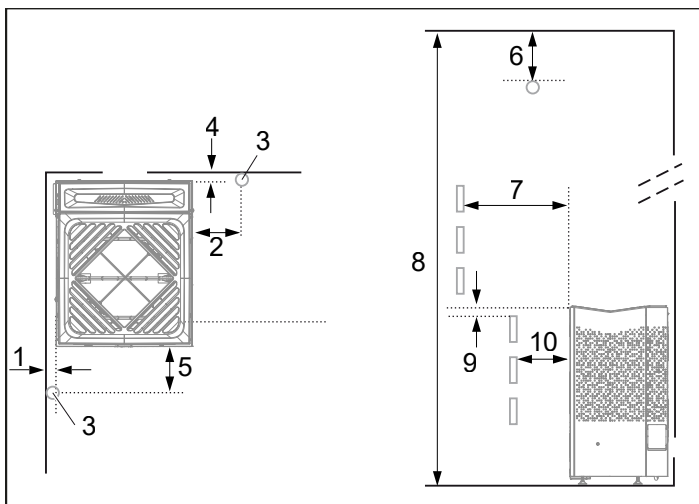
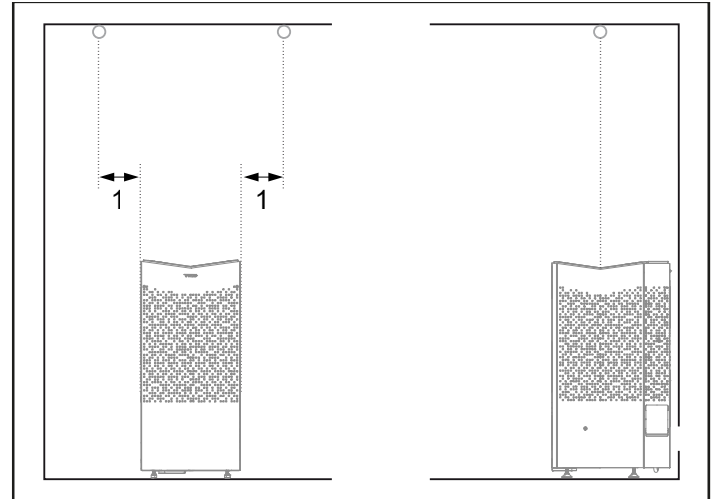

Fig 3: Placering av bastuaggregatet - normalmontage
Fig 4: Takmontering av sensorn
- Planera bastuaggregatets placering (se Avsnittet Aggregatets placering - normalmontage, fig 3).
- Planera sensorns placering (se Fig 3 samt Fig 4).
- på säkert avstånd till golvet, sidoväggar och inredning (se Fig 3).
Placera sensorn enligt bilden (se Fig 3), tänk på att inte någon aktiv friskluftsventil närmare än 1000 mm.
Om väggen på vilken sensorn ska installeras är gjord av mycket värmeabsorberande material (t.ex. betong, tegel m.m.) eller om väggen är gjord av härdats glas, kan sensorn placeras i taket med avstånd från aggregatet enligt Fig 4.